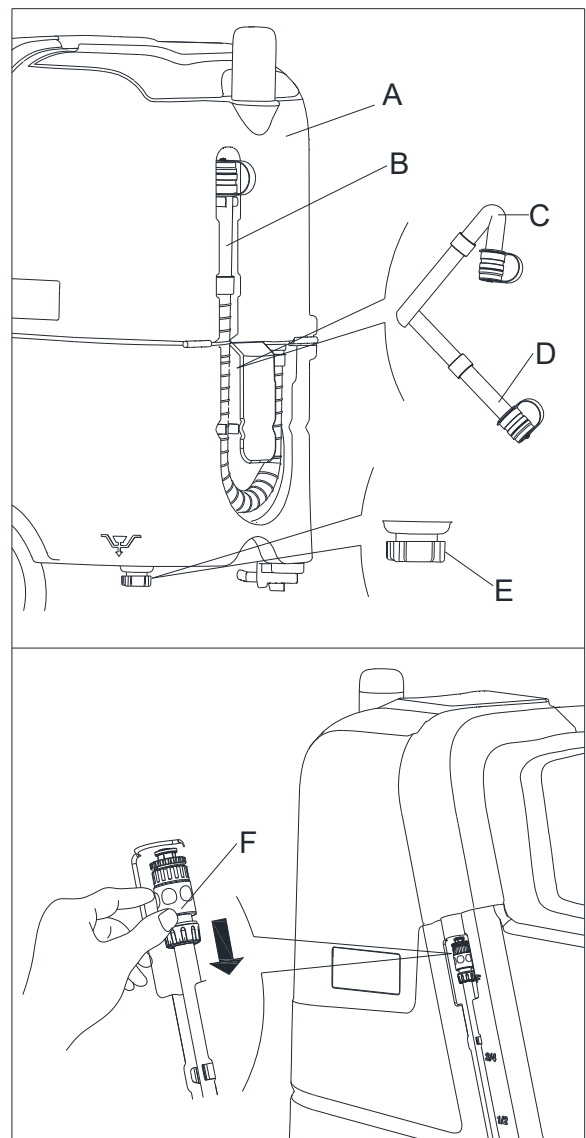

Abbildung 9
Wenn die rote LCD-Anzeige (35, Abbildung 2) leuchtet, ist der Sammelbehälter (A, Abbildung 9) voll, der Saugmotor hört auf, den Boden zu trocknen. Leeren Sie den Sammelbehälter in Schritten:
3. Drain the recovery tank using the drain hose (B, Figure 9), then clean the recovery tank.
Beim Ablassen des Schmutzwassers, muss der Ablaufschlauch abgebogen sein (C, Abbildung 9) und in eine niedrige Stellung bewegt werden (D, Abbildung 9), bevor Sie die Ablaufschlauchabdeckung öffnen. Vermeiden Sie, dass der Ausgang des Ablaufschlauches beim Ablassen nach oben zeigt, um zu verhindern, dass der Betreiber vom Schmutzwasser bespritzt wird.
2. Leeren Sie den Lösungsmittel- und Sammelbehälter durch die Ablassabdeckung (E, Abbildung 9). Danach spülen Sie den Tank mit sauberem Wasser.
Das Wasser kann auch durch Ziehen des Abflussanschlusses (F, Abbildung 9) abgelassen werden.